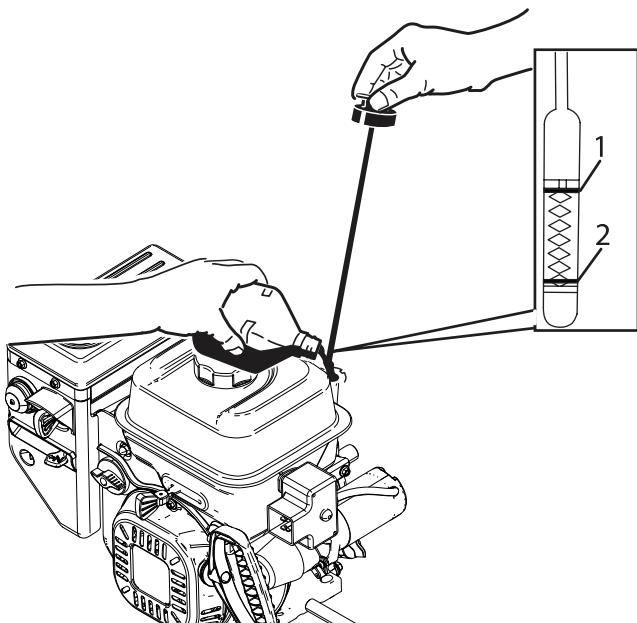

Рисунок 35
- Выньте щуп и проверьте уровень масла (Рисунок 35). Если уровень масла находится ниже отметки Add (Добавить), то добавьте масла в двигатель. См. (страница)